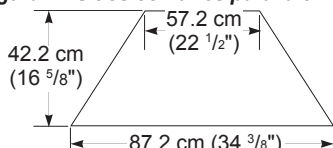

Figura 3 - Dimensiones de la parte inferior de la chimenea
- En caso que decida poner la chimenea directamente sobre alfombra, baldosa de vinilo o cualquier otro material inflamable distinto a la madera, deberá colocarla sobre un panel de metal o madera que abarque todo el ancho y fondo de la chimenea. Consulte la figura 3.